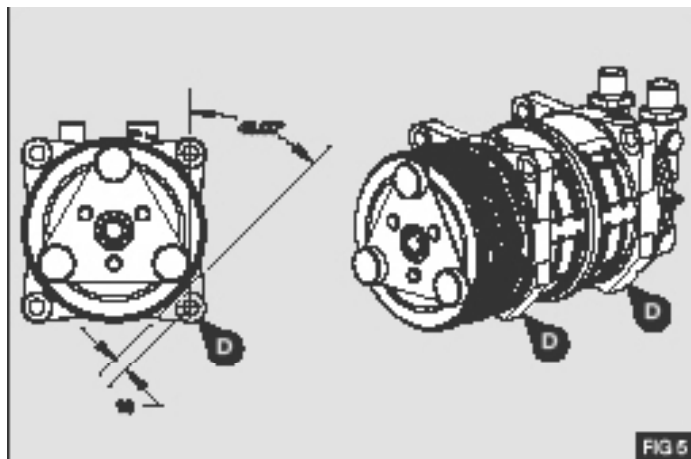

FIG 5
1. Monter l'ensemble compresseur sur la console de fixation ① à l'aide des vis ③ - Fig 5
2. Serrer les vis ③ à un couple de 84 Nm / 62 lb ft - Fig 5.
3. Resserrer le clip du flexible de servodirection ② - Fig 5.